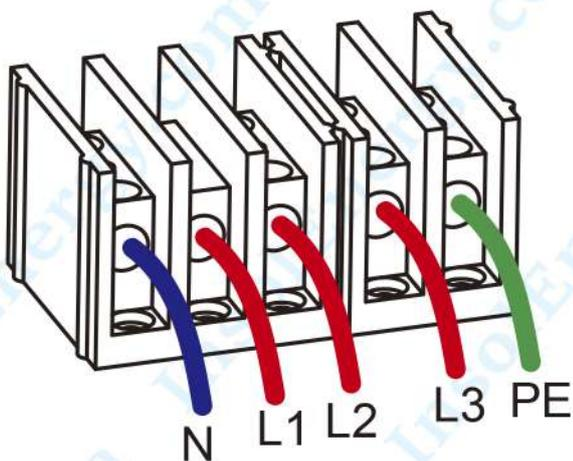
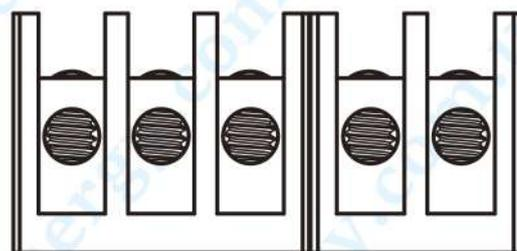

Рис. 5.9 Кабель змінного струму, підключений до терміналу
Рис. 5.10 Затягування з'єднувального кабелю змінного струму
2) Підключіть кабель через розподільну коробку, водонепроникну оболонку і вставте в клему (н Рис. 5.9 показано режим підключення трьох фазних ліній, підключених до розподільної коробки, дріт заземлення прикручений до корпусу інвертора), і за допомогою шестигранної викрутки притисніть джгут проводів до з'єднувальної клеми, як показано на Рис. 5.10.